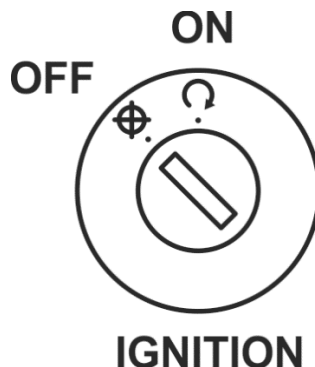

Рисунок 8. Замок запалювання
1. Перед запуском двигуна вставте ключ у замок запалювання, поверніть його в положення «ON» (див. рис. 8.) І переконайтеся: у коробці передач ввімкнена НЕЙТРАЛЬ або НУЛЬОВА ПЕРЕДАЧА: на індикаторі передач на панелі приладів (див. рис. 3.) Світиться цифра «0»; важіль управління повітряною заслінкою карбюратора (див. рис. 7 поз. 4) встановлений у середнє положення. Паливний кран (див. рис. 5. поз. 1.) «відкрито».